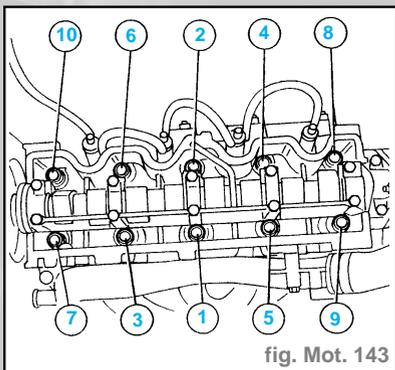

fig. Mot. 143
- Positionner la culasse sur le bloc moteur, ensuite serrer au couple les vis de fixation correspondantes, en tenant compte du fait que pour chaque phase de serrage prescrit, l'ordre de serrage doit être celui indiqué dans la figure (fig. Mot. 143).
- Placer la culasse sur le bloc moteur, serrer ensuite au couple ses vis de fixation en respectant pour chaque passe, l'ordre de serrage indiqué (fig. Mot. 143).